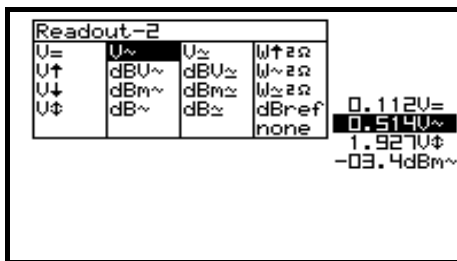

Fig 18
4. Druk op de pijltoetsen voor het kiezen van de uitlezingfunctie van meter2. (fig. 18)